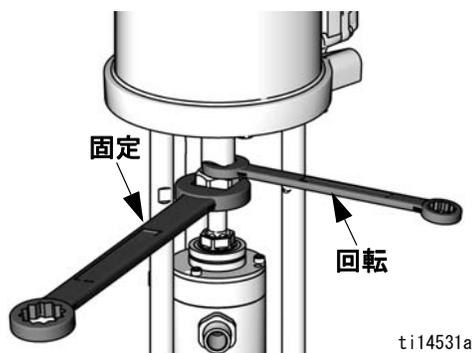

図. 7. カップリングナットを緩める。
3. レンチを使用してカップリングナット (7) を固定します。別のレンチを使用してモーターシャフトを回します。ベローズのトップキャップと D 型シールの破損を避けるために、**カップリングナットは回さないでください**。図 . 7 を参照のこと。